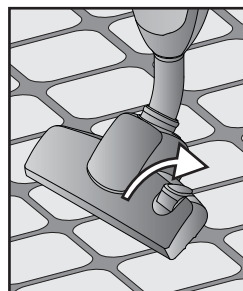

Abb. 5
- Für eine bessere Reinigung von glatten Fußböden, wie PVC, Parkett oder Fliesen sind die Borsten vorzuziehen. Um die Borsten aus der Bürste herauszufahren, muss man den Auswahlsschalter (I) nach unten drücken (Abb. 5).